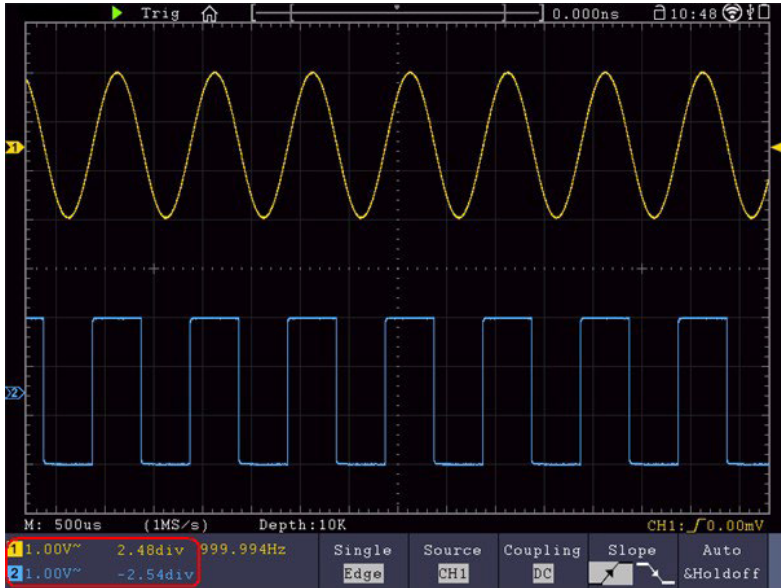

Рисунок 4-7 Информация о вертикальном положении
При повороте ручки «Вертикальное положение» указатель исходной точки земли выбранного канала движется вверх и вниз вслед за формой сигнала, и сообщение о положении в центре экрана изменяется соответствующим образом (см. Рисунок 4-7).
2. Ручка Vertical Scale (вертикальной шкалы) используется для регулирования вертикального разрешения выбранных осциллограмм. Чувствительность шагов вертикального деления меняется как 1-2-5. Вертикальная шкала отображается в левом нижнем углу экрана (см. рисунок 4-7).